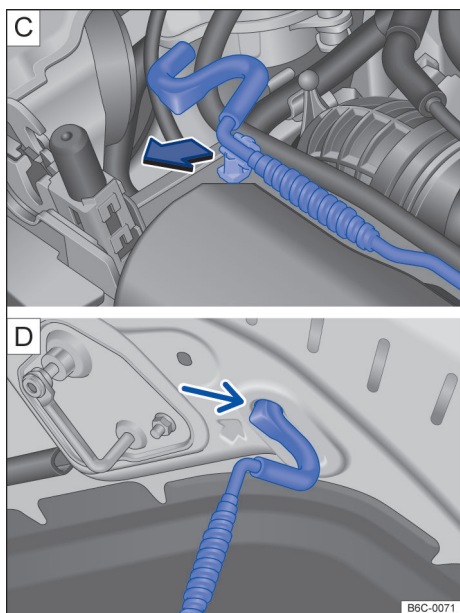

Fig. 148 [C] Haste de sustentação da tampa do compartimento do motor. [D] Tampa do compartimento do motor apoiada na haste de sustentação.
- Retirar a haste de sustentação do suporte no sentido da seta → Fig. 148 [C] e posicioná-la na abertura na tampa do compartimento do motor → Fig. 148 [D].
- Retirar a haste de sustentação do furo → Fig. 148 [D] e encaixá-la no suporte do fecho → Fig. 148 [C].